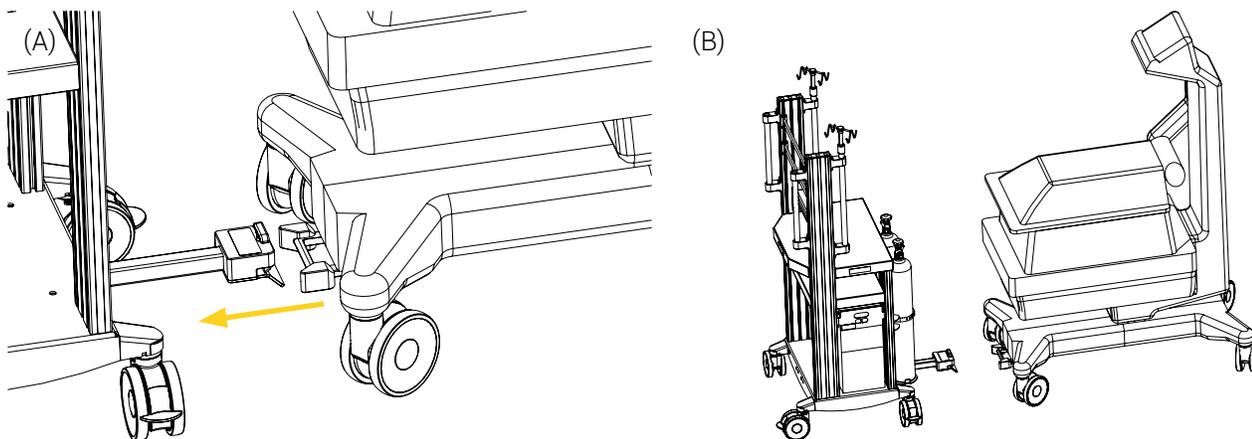

Figure 14 : Désaccouplement du chariot de transport de l'incubateur Babyleo TN500
3. Pousser le chariot de transport dans le sens opposé de l'incubateur Babyleo TN500 pour détacher le bras du dispositif d'accouplement THS, en retenant simultanément la poignée du mécanisme à déclenchement rapide du bras rabattable (Figure 14).